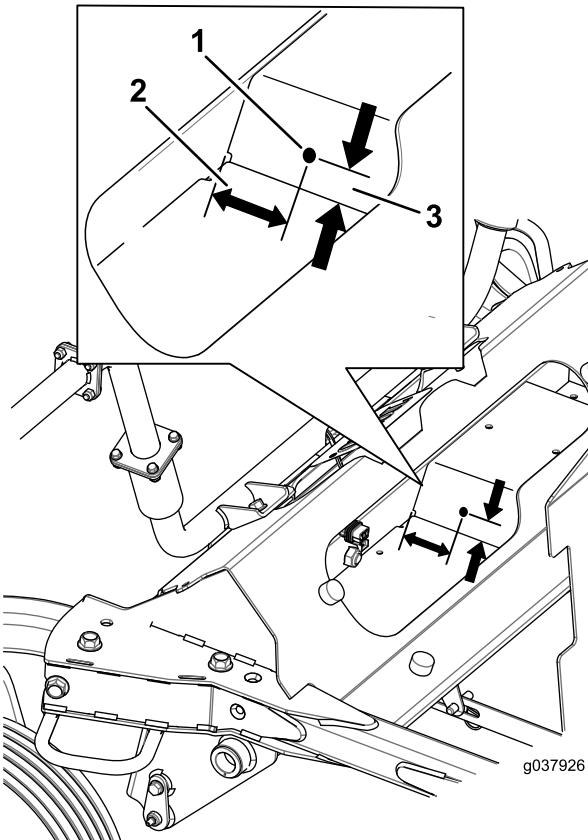

Bild 3
3. Bohren Sie die Löcher für die Hupe, wie in Bild 3 abgebildet.